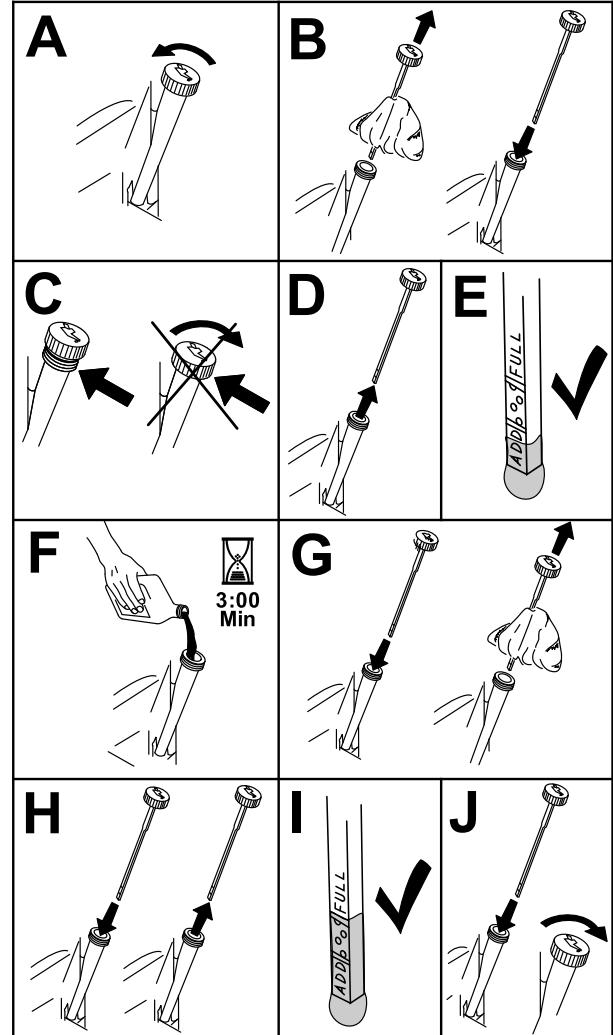

Figure 54
2. Avant de quitter la position d'utilisation, coupez le moteur, retirez la clé de contact et attendez l'arrêt complet de toutes les pièces mobiles (Figure 54).